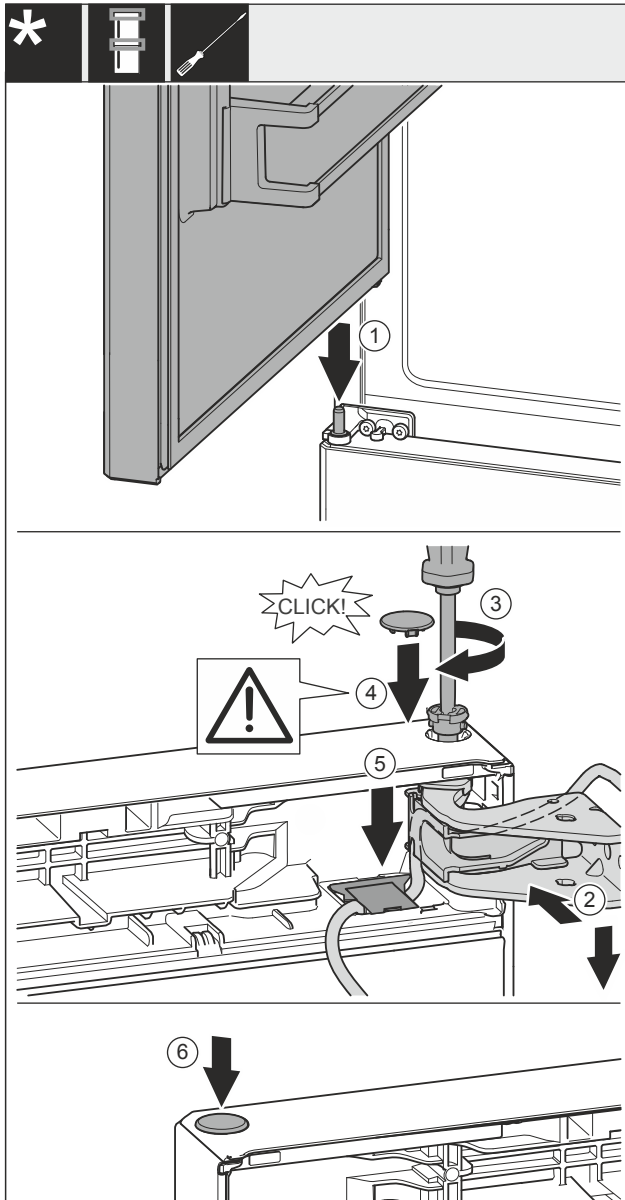

Fig. 46
- Obere Tür auf mittleren Lagerbolzen Fig. 46 (1) setzen.
- Tür oben zur Öffnung im Lagerbock Fig. 46 (2) ausrichten.
- Bolzen Fig. 46 (3) einsetzen und mit Schraubendreher festschrauben.
- Abdeckung Fig. 46 (4) einsetzen.
- Kontrollieren, dass die Abdeckung Fig. 46 (4) auf der Tür aufliegt.
- Abdeckung Fig. 46 (5) einsetzen und nach unten drücken bis sie einrastet.
- Abdeckung Fig. 46 (6) einsetzen.